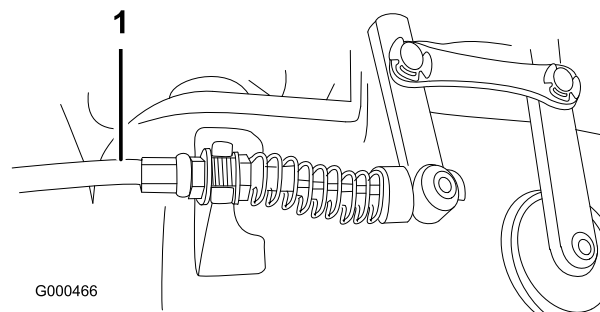

図 45
2. リール・コントロール・ケーブルの前ジャム・ナットをゆるめ、後ジャム・ナット（図 45：ギアボックスの上部）を締めてケーブルの張りを出し、さらに 3.2～4.5 kgの力でリール・コントロールがつかないようにする。力の計測はコントロール・ノブの部分で行う。